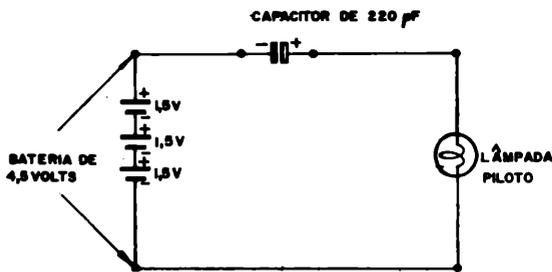

Figura 38
- 5) Retire o terminal da lâmpada que está ligada ao terminal de saída do capacitor e ligue diretamente ao terminal central do potenciômetro. (Neste caso, o capacitor fica inoperante). O terminal da lâmpada que estava ligado ao terminal (A) continua ligado a esse ponto.
- 9) Aplique a bateria de 4,5 volts formada no item 8 aos terminais de uma das lâmpadas piloto e observe que a mesma se acende.
- 10) Retire o capacitor de 220 microfarads que está ligado ao potenciômetro de 500 ohms do gerador CA e ligue-o entre um dos terminais da lâmpada piloto e a bateria, da forma mostrada na figura 38.